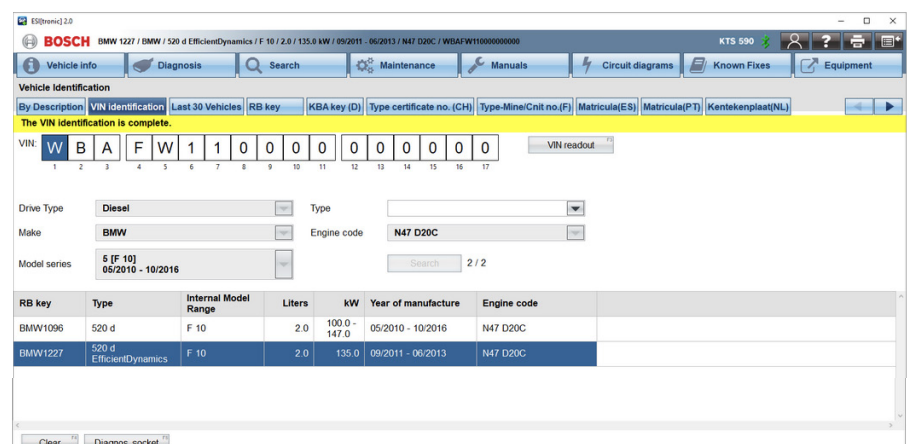

Figura 1
Ao identificar um veículo usando o separador ‘Identificação VIN’, o utilizador verá geralmente uma lista de 1-3 possibilidades essenciais da Robert Bosch (RB), que o utilizador pode então selecionar (ver figura 1).